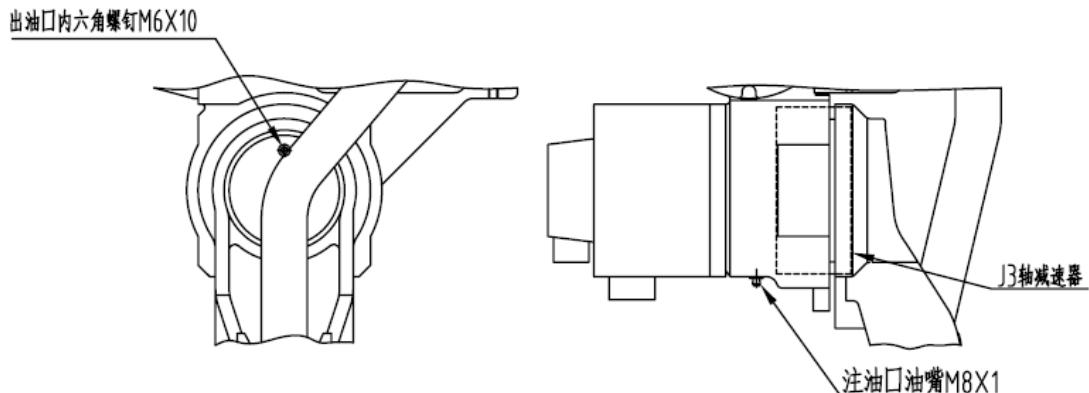

图 15 J3 轴减速机局部结构
5.3.3.1 油脂补充步骤（参考图 15）
5.3.3.2 油脂更换步骤（参考图 15）